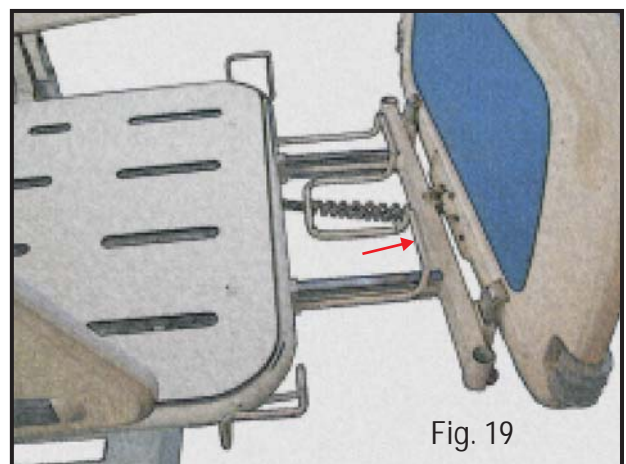

Fig. 19
- Tirar de la rejilla de soporte del colchón (fig.19).